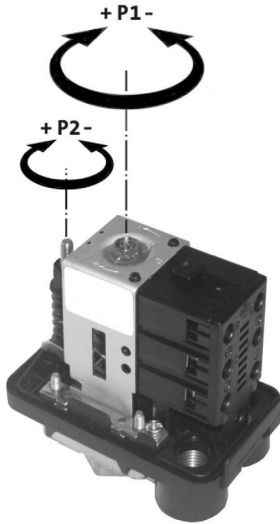

Рис. 6 Реле давления
В ходе пуско-наладочных работ могут понадобиться дополнительные настройки, чтобы оптимизировать работу установки на месте эксплуатации. Смотрите рис. 6.
1. Поворачивайте винт P1 по часовой стрелке, чтобы увеличить значение давления отключения и против часовой стрелки, чтобы его уменьшить. Смотрите рис. 6.
Чтобы задать разность давлений ( $p_{разн.}$ ), поворачивайте винт P2 по часовой стрелке, чтобы увеличить значение разности давлений и против часовой стрелки, чтобы его уменьшить. Давление отключения остаётся без изменений. Смотрите рис. 6.